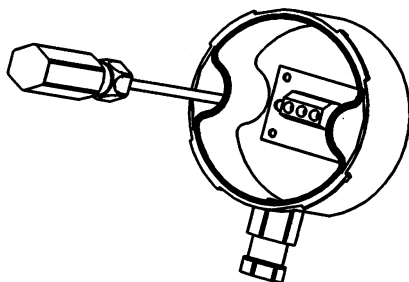

Figure 5 - Figur 5
- 2 - Identify a suitable position for fixing the probe to the wall and mark the distance between the centres for the holes (fig. 5).
- 2 - Find en passende placering til føleren på muren, og markér afstanden mellem hullernes midtpunkter (fig. 5).